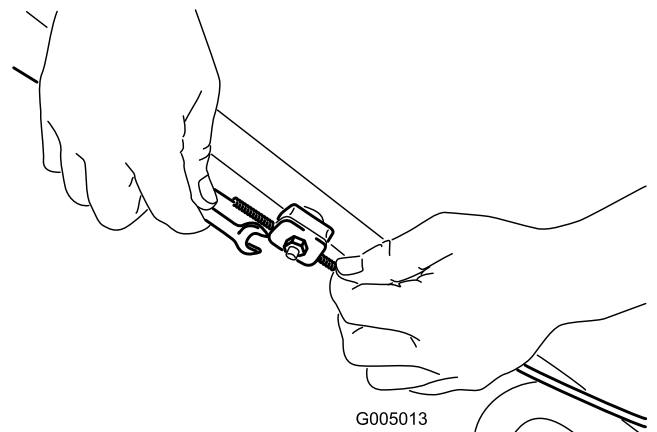

Figure 36
1. Desserrez l'écrou du support de guidage du câble (Figure 36).